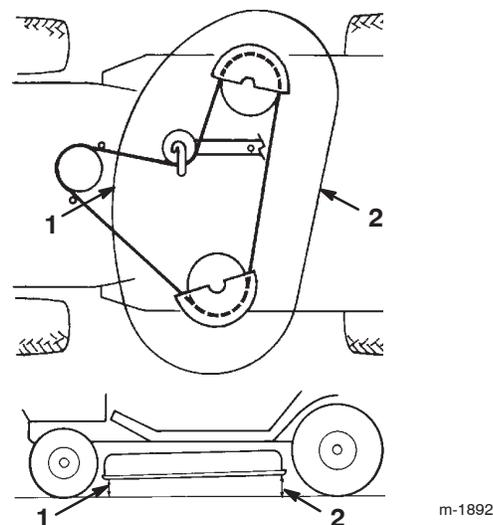

Figure 51
9. Contrôlez l'inclinaison avant/arrière en mesurant la hauteur du bas du plateau de coupe (au centre, à l'avant et à l'arrière) par rapport au sol plat (Fig. 51). Si l'avant n'est pas de 3 à 10 mm plus bas que l'arrière, un réglage est nécessaire.